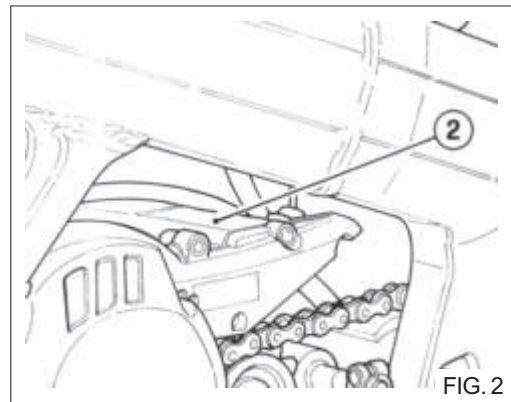

FIG. 2
- *serial number of the engine stamped on the upper part of the left half crankcase (Fig. 2);*
- numéro matricule du moteur gravé à la partie supérieure du demi-carter gauche (Fig. 2);
- *Motor-Nummer auf dem oberen Teil der linksseitigen Kastenhälfte (Bild. 2);*
- número de matrícula del motor que se encuentra en la parte superior del semicárter izquierdo (Fig. 2);
- FIG. 2